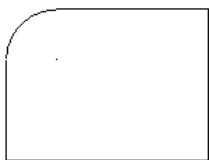

图 3.13.5 正向
- ☑ **法向定面** 选项：用于设置创建一般的圆角，如图 3.13.5 所示。